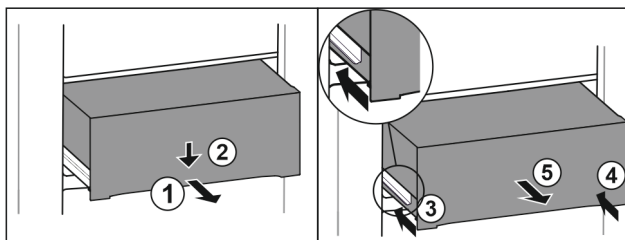

Fig. 119
- 将抽屉拉出一半。 Fig. 119 (1)
- 朝下按压正面的抽屉。 Fig. 119 (2)
- 将左侧轨道推入大约 2 cm。 Fig. 119 (3)
- 将右侧轨道推入大约 2 cm。 Fig. 119 (4)
- 朝前取出抽屉。 Fig. 119 (5)